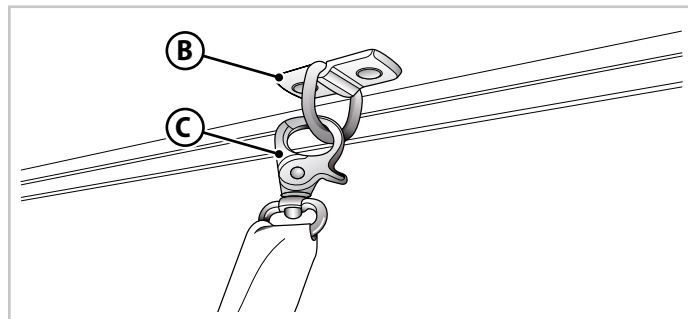
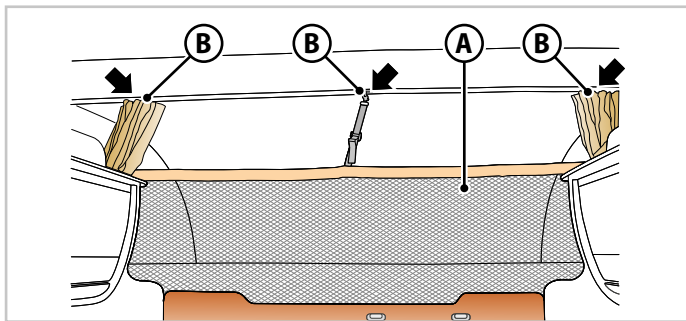

Fig.6.19 - Skyddsnätskrok
Fig.6.18 - Skyddsnät nedfällbar säng
- Fixera skyddsnätet (**A**-Fig.6.18) via krokarna (**B**-Fig.6.18 och Fig.6.19) i lämpliga ringar (**C**-Fig.6.19).